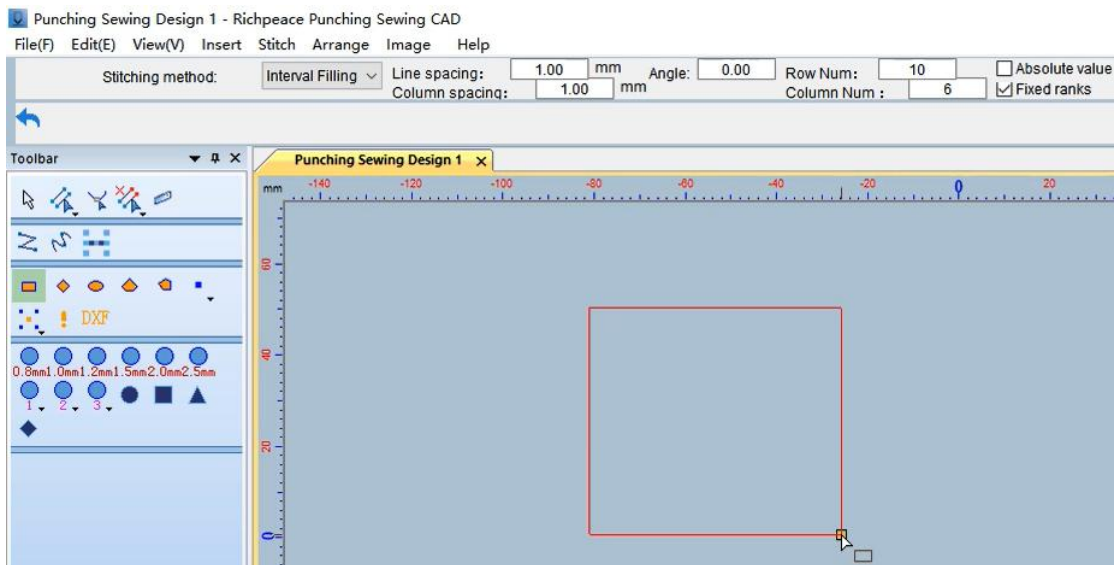

图 1 Picture1
第二步：在工作区域内使用鼠标左键移动绘制图形（图 1），绘制完成后点击鼠标左键（图 2）。
Step 2: Use the left mouse button to move the drawing in the work area (Fig. 1), and click the left mouse button after drawing (Fig. 2).